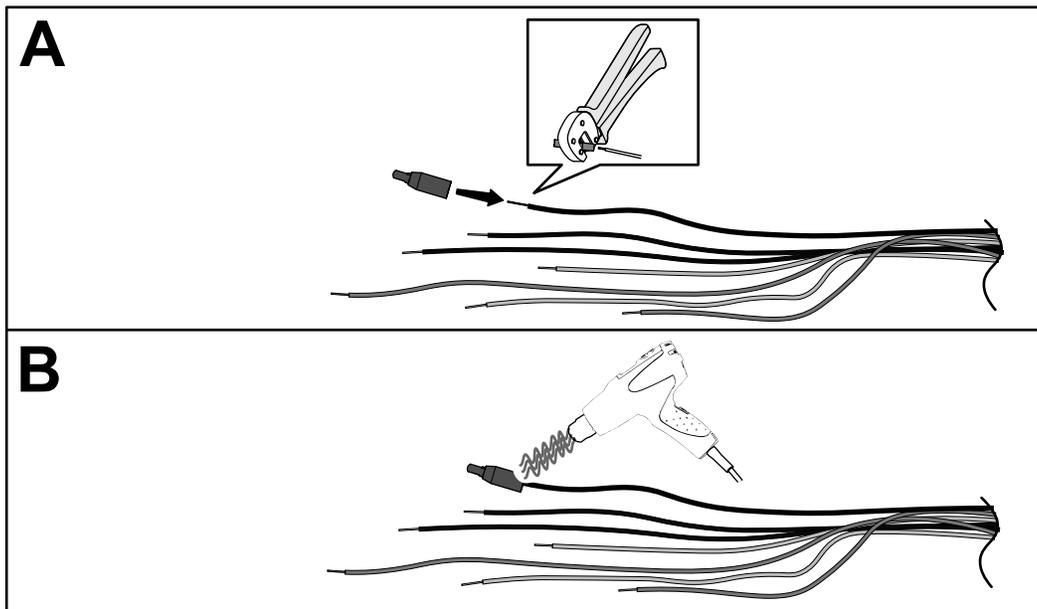

Figura 6
6. Sul cablaggio preassemblato esistente, montate il giunto con estremità chiuso su 1 dei fili grigi utilizzando una crimpatrice che abbinati la posizione (22-14 AWG); fate riferimento ad A di Figura 6.
7. Utilizzate una pistola termica appropriata per restringere l'isolamento del giunto fino a quando non viene fatto fuoriuscire l'adesivo (B di Figura 6).